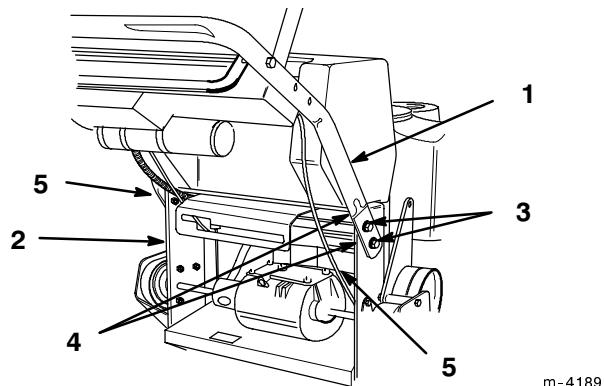

Figure 4
- Fixer le mancheron de chaque côté au moyen de 2 boulons à collet de 26 mm (3/8-16 x 1") et de leurs écrous à collet (Fig. 4). Serrer les boulons à 34 N.m (25 ft-lbs).
- Faire passer les fils et les câbles sous la traverse (Fig. 4).